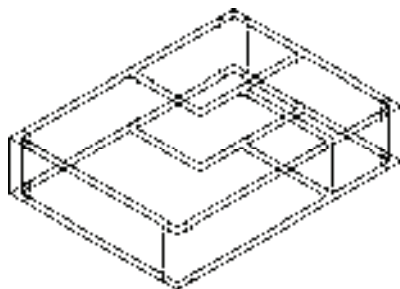

图 4-12 三维效果
6) 将当前视图转换成“西南等轴测视图”, 查看角柱的三维效果, 如图 4-12 所示。